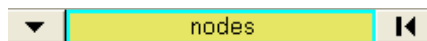

图 2-26 节点选择器
- (1) 选择 Mesh>Translate>Nodes 命令进入 Translate 面板。
- (2) 在图形区域左键单击单元的角点选择节点，如图 2-26 所示。